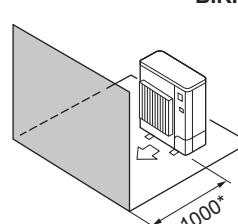

Fig. 2-10
④ Yalnızca öndeki engeller (Fig. 2-10)